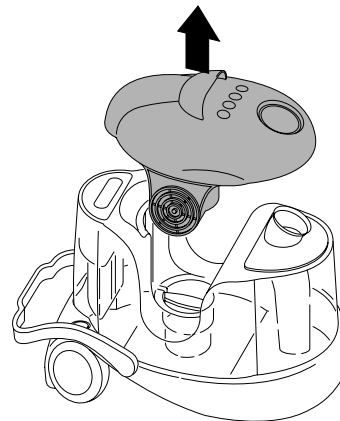

рис. 2
- Снимите головку двигателя **F** (рис. 2).